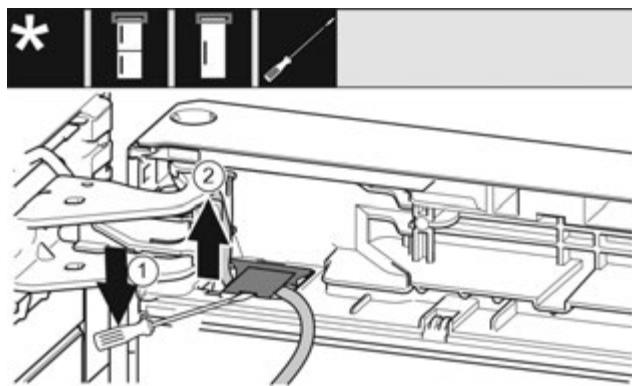

Fig. 21
- З допомогою шліцевої викрутки підняти і витягнути кришку. Fig. 21 (1)
- Витягніть кабель. Fig. 21 (2)